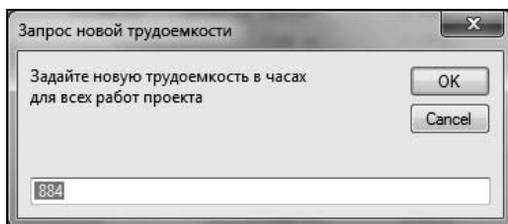

Рис. 11.6. Окно запроса объема трудозатрат проекта макроса Change_Work
6. В случае нажатия кнопки **Да** при выполнении п. 5 макрос автоматически сформирует окно запроса (рис. 11.6), в котором показано имеющееся значение трудозатрат для открытого файла (в данном случае это файл Ремонт13.mpp) в часах.
7. В показанном на рис. 11.6 окне следует ввести нужное значение показателя. (пусть в данном примере требуется сократить объем работ с 884 часов до 750 часов) и нажать кнопку **ОК**. Нажатие кнопки **ОК** без изменения значения трудозатрат или нажатие кнопки **Cancel** приведет к завершению работы без всяких изменений файла.